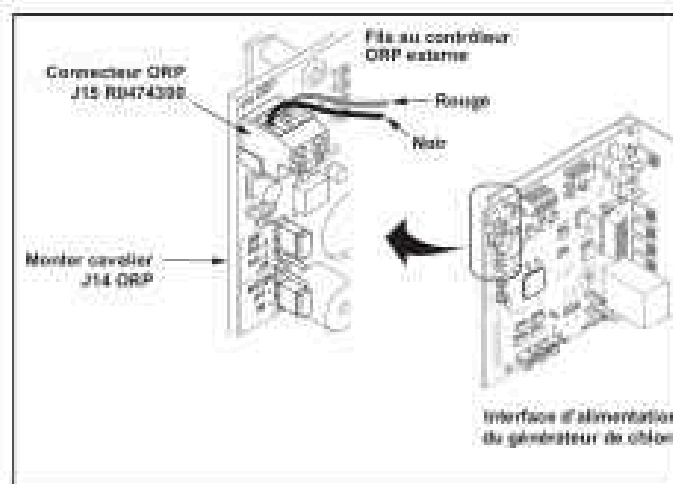

Figure 6. Connexion ORP
Pour connecter le TruDose Chemical Controller à un électrolyseur d'eau salée Jandy, il faut connecter le câble 24 V. c.c. préinstallé du TruDose Chemical Controller à la carte d'interface d'alimentation (PIB) dans le bloc d'alimentation du chlorateur d'eau salée. Le cavalier ORP sur la carte PIB du bloc d'alimentation du chlorateur d'eau salée devra être déplacé vers la position 2. Se reporter à la Figure 6 pour obtenir des instructions sur la manière de déplacer le cavalier ORP en position 2 sur le PIB du bloc d'alimentation.
2. Déplacer le cavalier ORP des deux broches du bas vers les deux broches du haut. Se reporter à la Figure 6.
3. Connecter le câble 24 V. c.c. du TruDose au connecteur J15 2 broches du centre d'alimentation PIB AquaPure. Se reporter à la Figure 6.
REMARQUE : Le fil noir doit être connecté à gauche et le rouge à droite. Se reporter à la Figure 6.